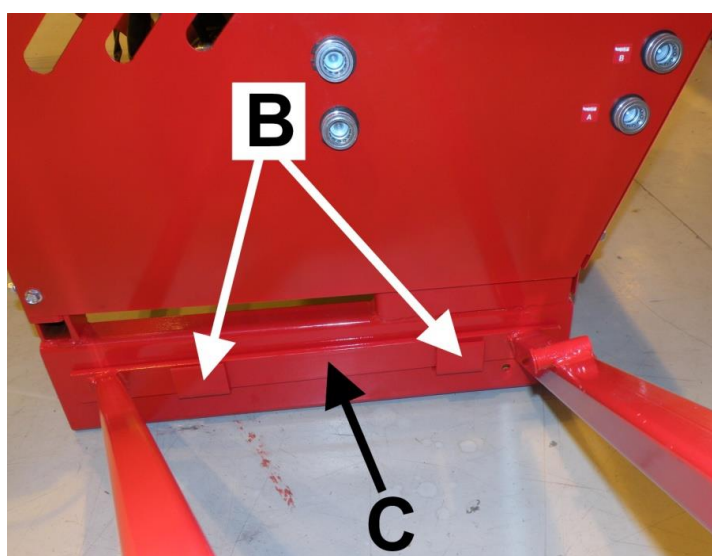

Bild 4.
3. Släpp ner inmatningstransportören med din högra hand och styr samtidigt stödfot C ner i spåren B, enligt bild 4.